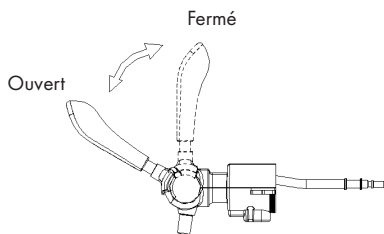

Figure 8
9. Réglez le régulateur de pression de CO₂ sur « + ». Vous pouvez maintenant utiliser le robinet pour tirer de la bière. (Tirez la poignée du robinet vers l'avant pour faire couler la bière, comme illustré à la figure 8).